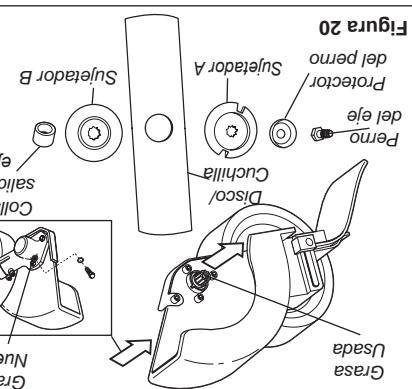

Figura 20
■ La grasa Shindaiwa para Caja de engranajes solamente grasa a base de litio, tal como grasa hasta que la grasa usada salga. Use engranajes e introduzca grasa nueva a la caja de engranajes. Consulte la figura 20.